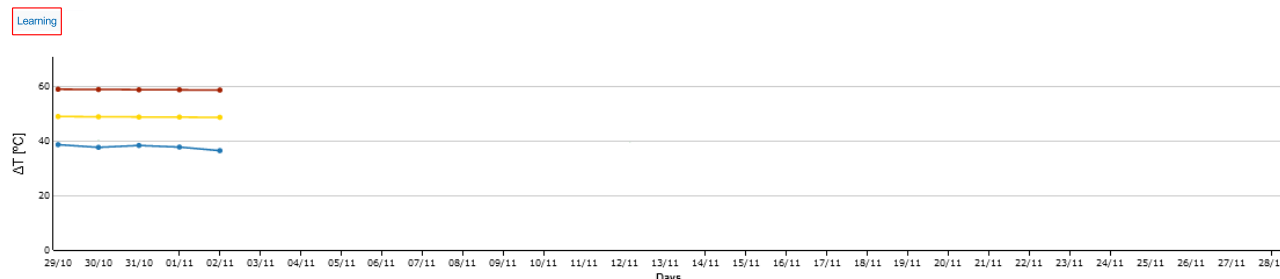
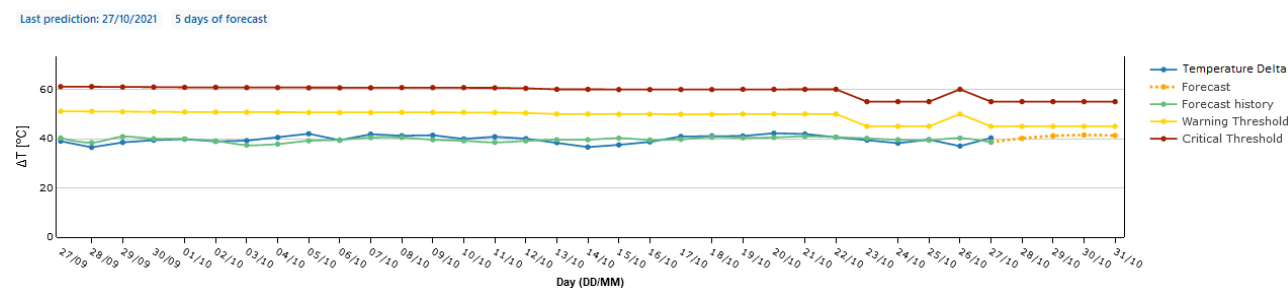

Figura 8.9: Gráfica con aprendizaje del ΔT por el algoritmo ML
Figura 8.10: Gráficos de los valores ΔT mostrados en el diagnóstico de aumento de temperatura (ΔT)
Mediante de la curva de comportamiento ΔT , el Drive Specialist establece automáticamente los límites de ALERTA y CRÍTICO para el valor diario más alto de ΔT . Además, el Drive Specialist predice el máximo diario de ΔT esperado durante los próximos 5 días (Figura 8.10). Para establecer la predicción de la variable, el Drive Scan necesita registrar al menos **25 días** de datos de Temperature Delta, de lo contrario, el sistema de aprendizaje automático (ML) aprenderá el comportamiento de la variable (según Figura 8.9).